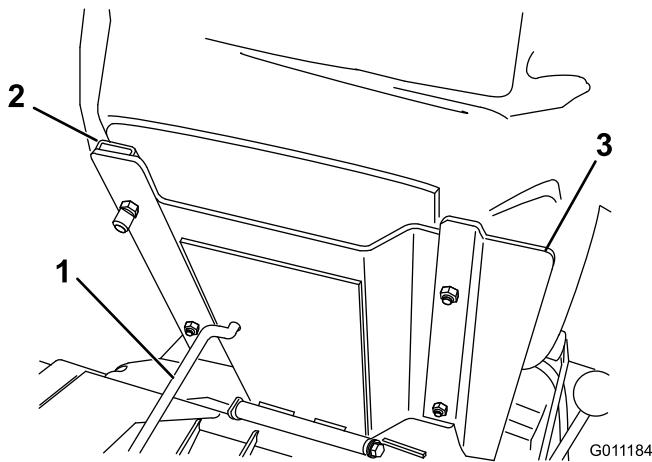

Figura 5
3. Fissate il sedile, il pannello e le guide di scorrimento sul supporto del sedile con i dadi di bloccaggio (5/16 pollice) (Figura 5) forniti come parti sciolte. Montate il pannello del sedile sul lato destro e posizionate lo come mostrato in Figura 5.